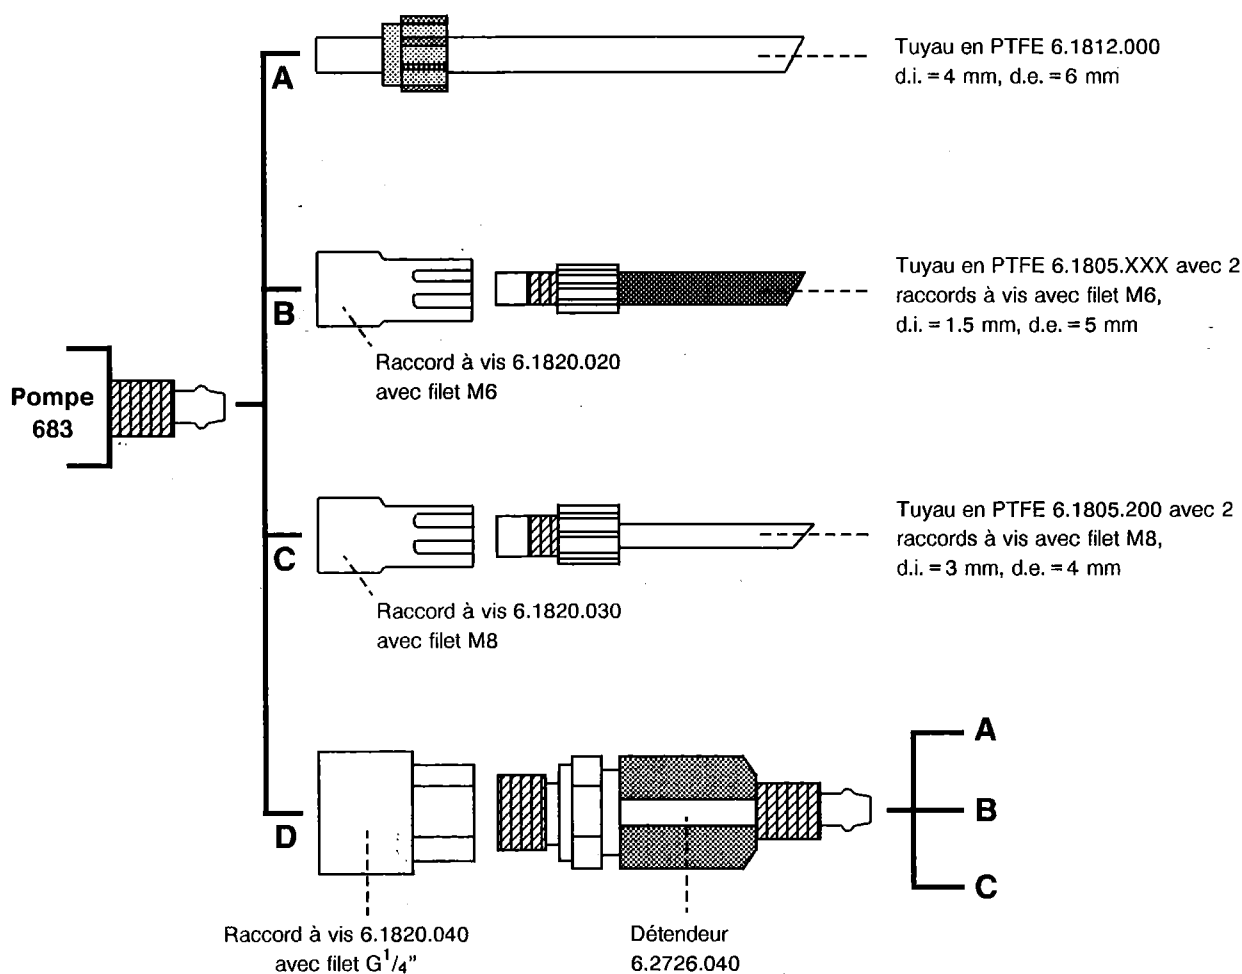

Fig. 3: Les possibilités de connexion avec la Pompe 683
Fig. 3 montre les possibilités de connexion aux connecteurs (6) et (10) de la Pompe 683.